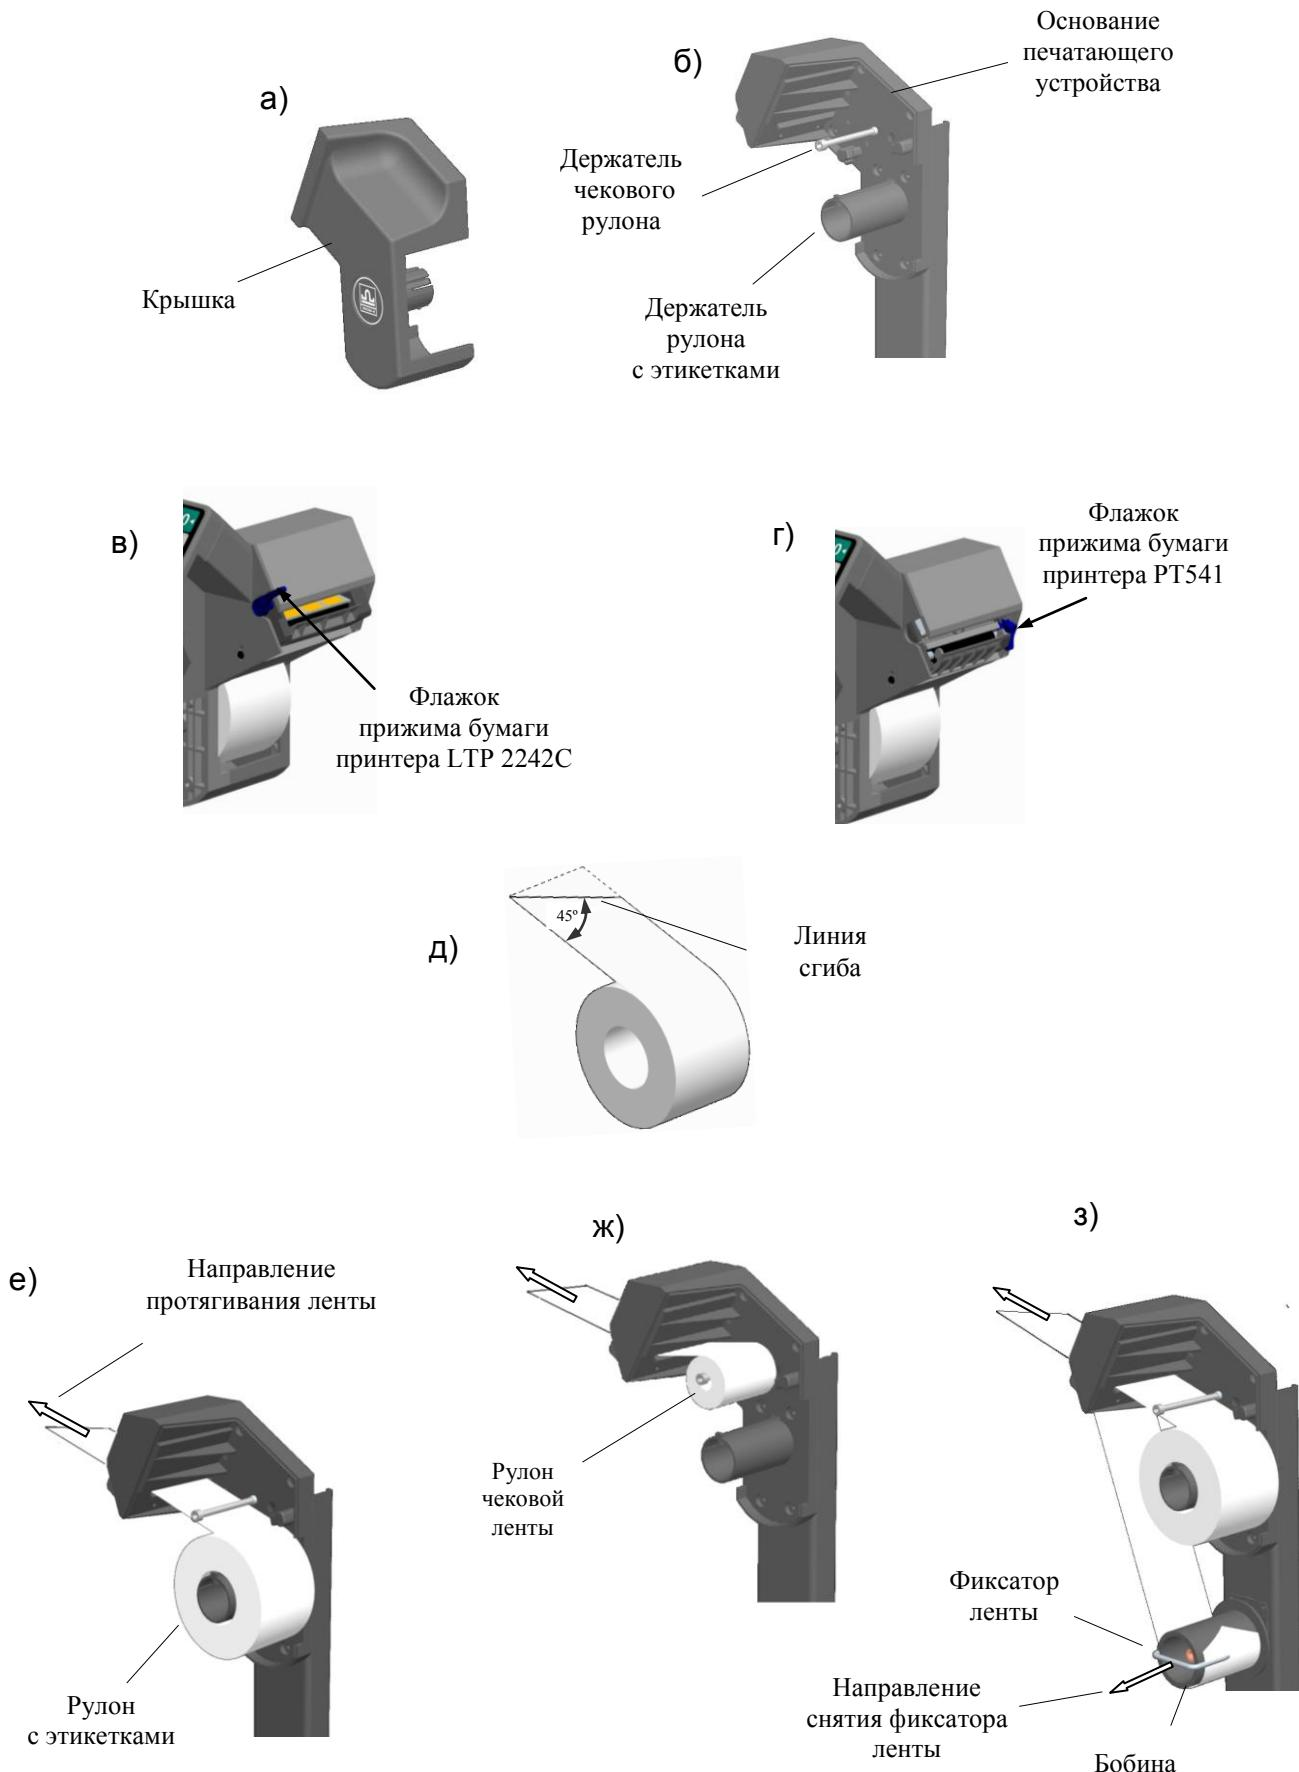

Рис. 2.3 – Установка рулона в терминалах RP и R2P
- Легким рывком снять крышку печатающего устройства (Рис. 2.3 а, б).
- Поднять флагок прижима бумаги (Рис. 2.3 в, г).
- Плотно согнуть конец бумажной ленты нового рулона под углом 45° (Рис. 2.3 д).
- Надеть рулон на соответствующий держатель (Рис. 2.3 е, ж).
- Протянуть согнутый конец ленты через принтер в направлении, указанном стрелками (Рис. 2.3 е, ж).
- Снять фиксатор с бобины (Рис. 2.3 з).